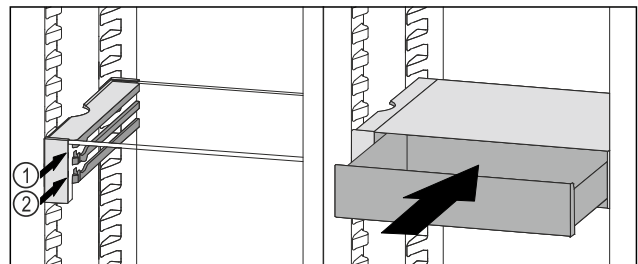

Fig. 117
- ▶ Placer le tiroir VarioSafe derrière les butées sur la nervure désirée Fig. 117 (1) ou Fig. 117 (2).